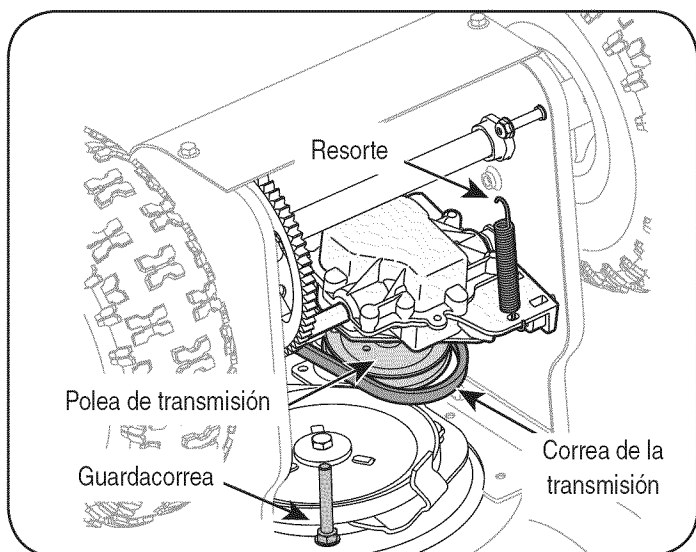

Figura 19
1. Incline la máquina quitanieve hacia arriba y hacia adelante de manera que quede apoyada sobre la caja de la barrena. Retire el guardacorrea como se indica en la Figura 19. Regrese la máquina quitanieve a su posición vertical para completar los siguientes pasos.
2. Quite el resorte que conecta la transmisión a un perno en el cuadro del motor. Vea la Figura 19.